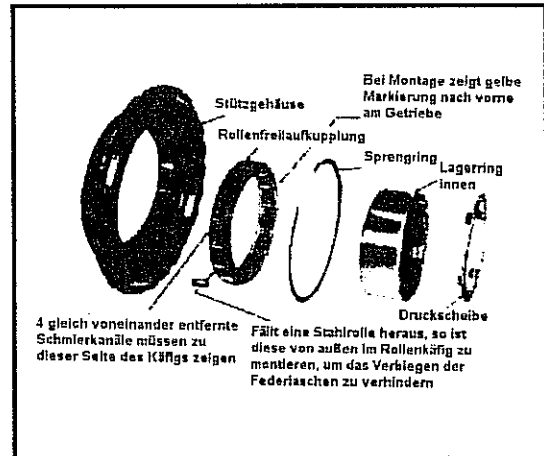

Abb. 10-106 Baugruppe des Stützgehäuses für die Lamellenkupplung Rückwärts und 1. Gang mit Rollenfreilaufkupplung
Siehe hierzu Abb. 10-106.
- Druckscheibe zwischen Sonnenrad und Antriebsgehäuse ansetzen. Siehe hierzu Abb. 10-106.